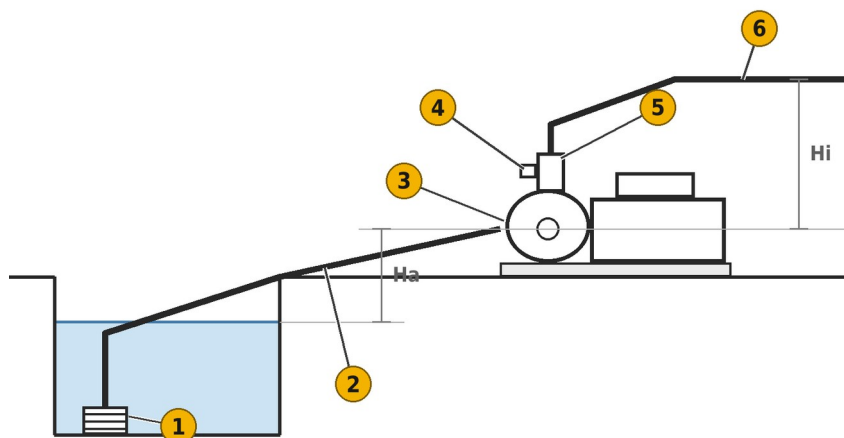

FIG. 4 — Installation type
La hauteur manométrique totale (H) que doit vaincre la pompe est la somme de la hauteur d'aspiration (H_a), de la hauteur de refoulement (H_i) et des pertes de charge dans les tuyaux et raccords (voir FIG. 4). Avec cette valeur, la courbe et le tableau indiquent le débit approximatif fourni par la motopompe avec de l'eau claire et la pompe amorcée, à 3 600 tr/min (accélérateur au maximum) et à 3 000 tr/min.
- 1) Moteur arrêté, retirez le bouchon d'amorçage situé sur le col de refoulement (FIG. 4, 4).